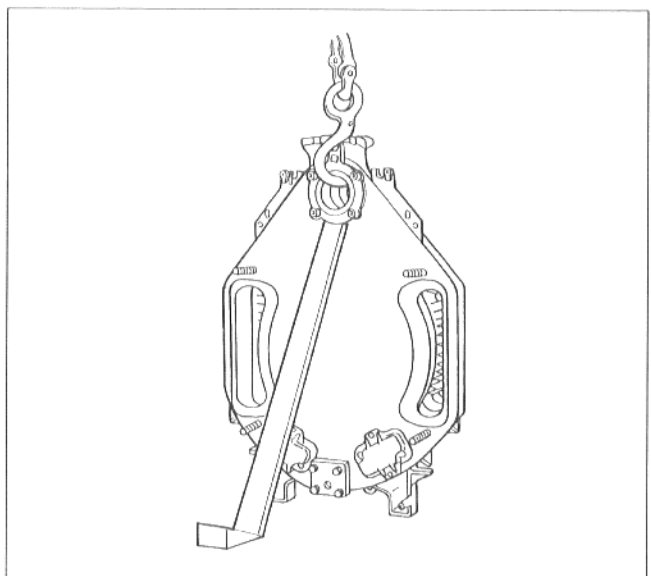

Рис. 6
- Установить задний концевой элемент и застраховать его от опрокидывания. (рис. 6).